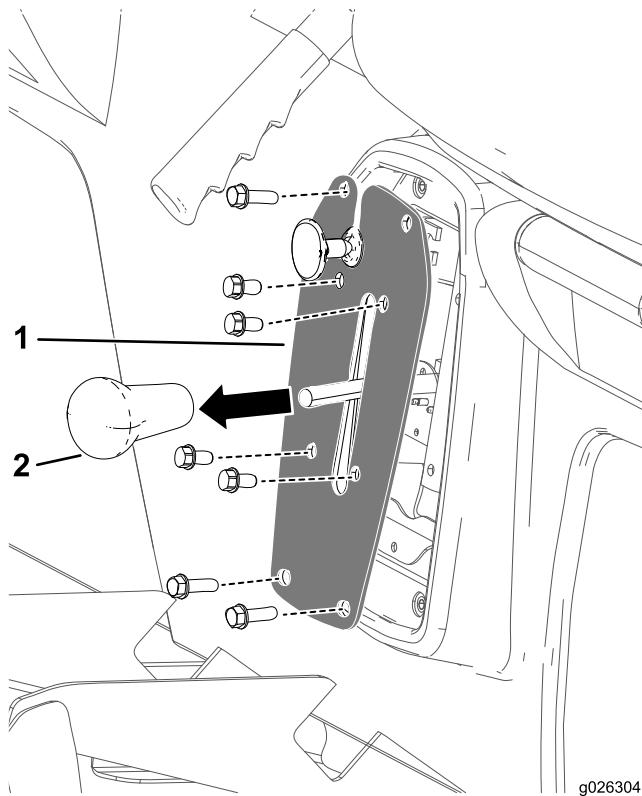

Bild 1
- Nehmen Sie das Handrad vom Ganghebel ab (Bild 1).
- Entfernen Sie die vier Schrauben, mit denen die Gangschaltungsplatte an der Gangschaltungshalterung befestigt ist (Bild 1).
- Entfernen Sie die vier Schrauben, mit denen die Gangschaltungsplatte am Sitzunterteil befestigt ist, und nehmen Sie die Gangschaltungsplatte ab (Bild 1).